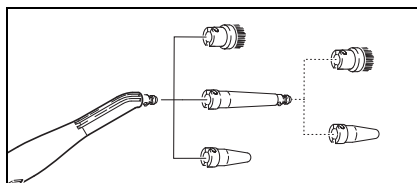

Рис. 8
- Форсунку точечной струи (D1) можно использовать также и с удлинительной трубкой (D2), круглой щеткой (D3) или высоконапорной форсункой (D4) (см. рис. 8). Для этого обе выемки насадки надеть на фиксаторы форсунки точечной струи и повернуть по часовой стрелке до упора.